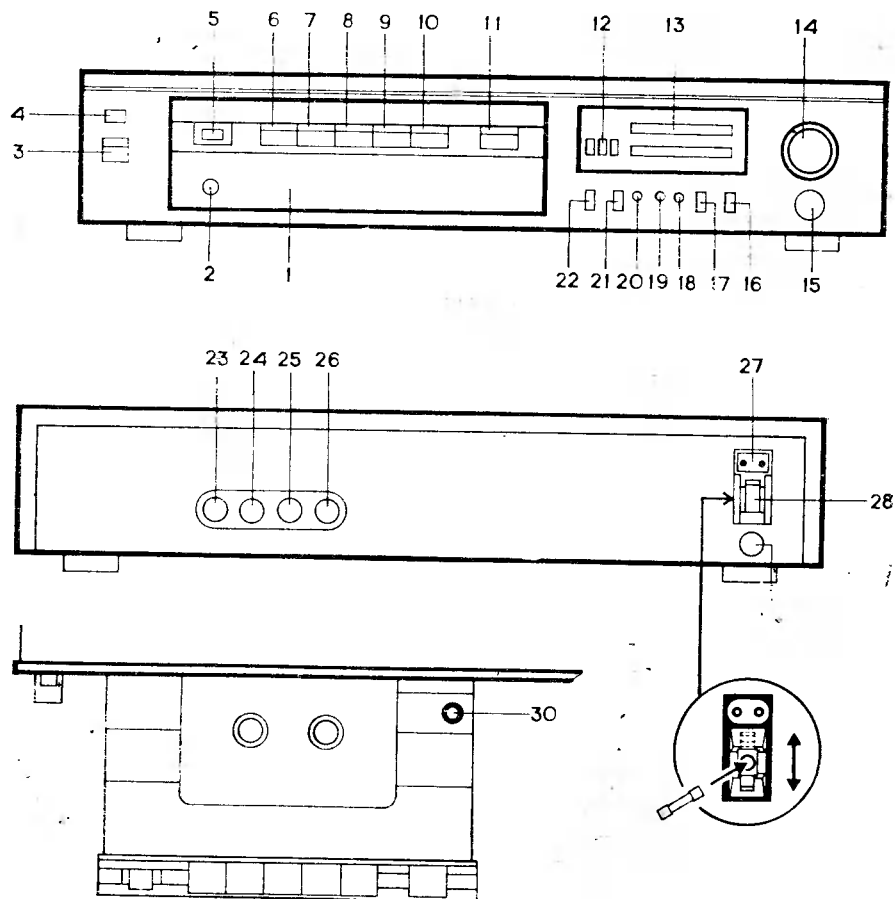
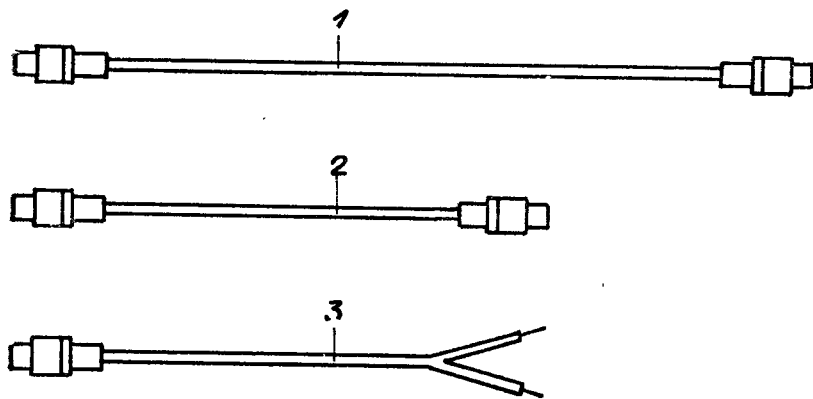
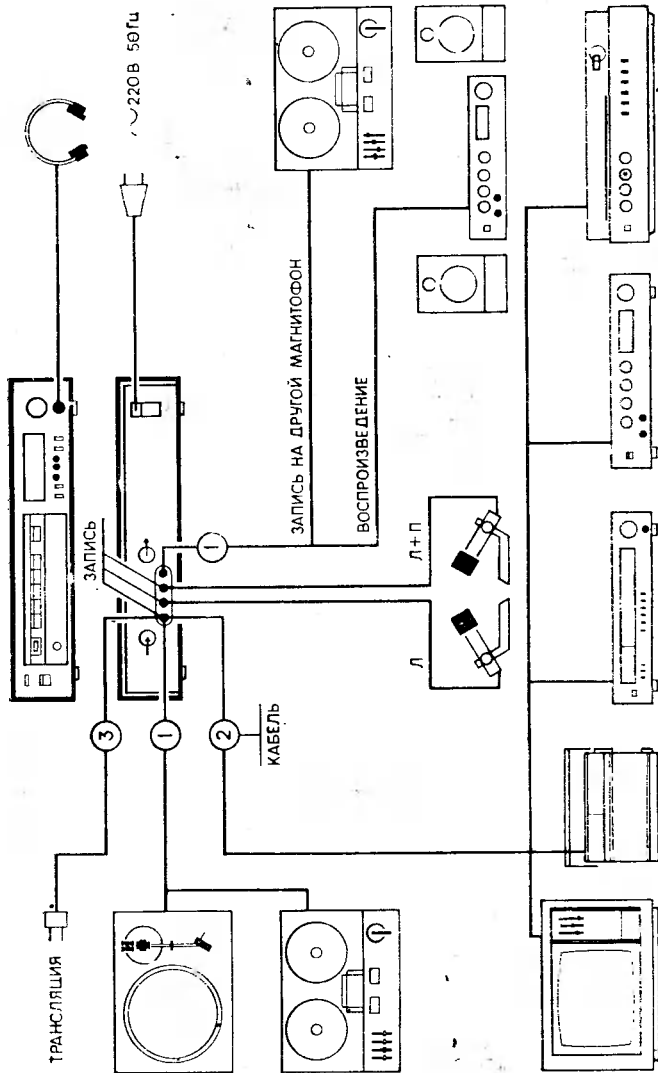

Рис. 1.
Рис. 2.
Рис. 3.
Освободите магнитофон от упаковки и установите магнитофон на горизонтальной поверхности. Со стороны поддона отвинтите два транспортных винта с резиновыми прокладками, вставьте в ножки изделия пластмассовые вкладыши, которые находятся в пакете с комплектующими изделиями. Нажмите кнопку КАССЕТА (поз. 4, рис. 1), при этом должна выдвинуться каретка с кассетоприемником (поз. 1, рис. 1), затем рукой выдвиньте ее до упора и задвиньте обратно. Для разработки выдвинутого механизма операцию повторите 3—4 раза. Схема электрическая принципиальная дана в приложении.
в освободившееся отверстие вставьте новый предохранитель и рычаг держателя предохранителя переведите вверх (см. рис. 1).
5.1. Назначение элементов управления и розеток подключения (рис. 1.)
Подключите сетевой шнур к розетке СЕТЬ (поз. 27, рис. 1) на магнитофоне и в штепсельную розетку электросети.
Включение магнитофона производится нажатием клавиши СЕТЬ (поз. 3, рис. 1). При включении должен светиться индикатор (поз. 12, 13 рис. 1).
Выключение магнитофона производится повторным нажатием клавиши СЕТЬ (поз. 3, рис. 1). Время между последующими нажатиями клавиши СЕТЬ должно быть не менее 5 секунд.
- 1) нажмите на кнопку КАССЕТА (поз. 4, рис. 1) и выведите каретку (поз. 1, рис. 1) до отказа на себя;
- 1) нажмите клавишу СТОП (поз. 8, рис. 1);
- 2) нажмите на кнопку КАССЕТА (поз. 4, рис. 1);
5.4.1. Подключите выбранный источник сигнала к соответствующей розетке магнитофона, находящейся на задней панели, с помощью соответствующего соединительного кабеля (рис. 2).
Схема внешних подключений магнитофона приведена на рис. 3.
- 1) стереофонического микрофона вилку его кабеля вставьте в розетку М-Л+П (поз. 25, рис. 1);
- 2) монофонического микрофона вилку его кабеля вставьте в розетку П-М (поз. 24, рис. 1) или в розетку М-Л+П (поз. 25, рис. 1);
3) радиотрансляционной линии подключите ее при помощи соединительного кабеля 3 (см. рис. 2) к розетке УНИВ (поз. 23, рис. 1);
Примечание. Соединительный кабель для записи с радиотрансляционной линии (рис. 2) рекомендуется подключать параллельно входу абиентского громкоговорителя для обеспечения возможности оперативной записи прослушиваемых программ. В случае отсутствия абиентского громкоговорителя к кабелю следует подключить тип вижки, соответствующей установленной в Вашей квартире розетке трансляционной сети.
4) другого магнитофона, электропроигрывателя подключите их универсальные выходы при помощи соединительного кабеля 1 (см. рис. 2) или кабеля, входящего в их комплект, к розетке УНИВ (поз. 23, рис. 1);
5) электрофона, телевизора, усилителя, приемника, тюнера подключите их при помощи соединительного кабеля 2 (см. рис. 2) к розетке УНИВ (поз. 23, рис. 1).
5.4.2. Установите кассету и нажмите на клавишу ПАУЗА (поз. 11, рис. 1).
5.4.3. Нажмите одновременно на клавиши ЗАПИСЬ (поз. 7, рис. 1) и ВОСПР (поз. 9, рис. 1). При этом должны светиться индикаторы включения режима записи ЗАПИСЬ (поз. 2, рис. 1) и включения линейного входа ЛИН (поз. 18, рис. 1).
5.4.4. Если Вы производите запись от микрофона, нажмите кнопку ВХОД (поз. 17, рис. 1). При этом должен светиться индикатор М (поз. 19, рис. 1). Для подключения линейного входа повторно нажмите на кнопку ВХОД (поз. 17, рис. 1).
1. Кабель соединительный для подключения устройств в соответствии с рис. 3.
Если Вы желаете производить запись с применением активной системы шумопонижения, нажмите на кнопку ШП (поз. 5, рис. 1). Отожмите клавишу ПАУЗА (поз. 11, рис. 1) и произведите запись, контролируя ее качество по индикатору.
Если нужно стереть запись без наложения новой, установите регуляторы уровня записи в крайнее против часовой стрелки положение или нажмите и удерживайте нажатой кнопку оперативного отключения источника записи ОТКЛ (поз. 16, рис. 1).
Подключите при помощи соединительного кабеля 1 (см. рис. 2) розетку выхода ВЫХОД (поз. 26, рис. 1) магнитофона к розетке универсального входа усилительно-коммутационного устройства (см. рис. 3).
Установите кассету. Кнопку переключения типа ленты CrO_2 НОРМ (поз. 30, рис. 1) установите в соответствующее используемой ленте положение. При прослушивании кассет с записями, сделанными с применением активной системы шумопонижения, кнопка ШП (поз. 5, рис. 1) должна быть нажата.
Нажмите клавишу воспроизведения ВОСПР (поз. 9, рис. 1).
Прослушивать воспроизводимые программы можно и через головные стереотелефоны, подключаемые к розетке  (поз. 15, рис. 1).
Введение в память числа, показываемого на счетчике расхода ленты, производится нажатием на кнопку ПАМЯТЬ (поз. 21, рис. 1). При этом должен засветиться индикатор ВКЛ (поз. 20, рис. 1).
Выключение режима «Память» производится повторным нажатием на кнопку ПАМЯТЬ (поз. 21, рис. 1). При этом индикатор ВКЛ (поз. 20, рис. 1) должен погаснуть.
если при включении не светится информационное поле индикатора (поз. 13, 12, рис. 1), то поврежден сетевой предохранитель. Замените предохранитель в держателе предохранителя  0,25 АТ (поз. 28, рис. 1) соблюдая указания раздела 3 «Требования по технике безопасности» настоящего руководства.